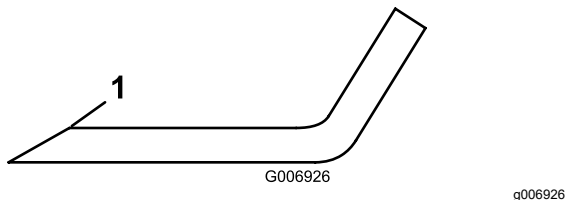

Figura 72
4. Inspeccione as extremidades de corte de todas as lâminas, afie as extremidades de corte se apresentarem sinais de desgaste ou ranhuras, afie apenas a zona superior da parte cortante e mantenha o ângulo de corte original para garantir um desempenho eficaz da lâmina (Figura 72).